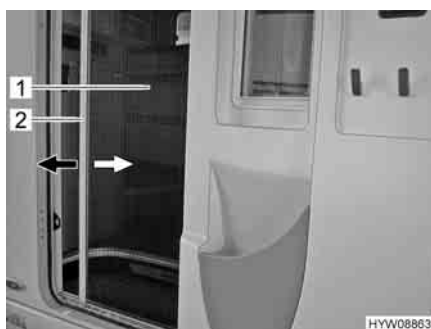

Fig. 32 Protezione contro gli insetti
- Afferrare la barra di presa (Fig. 32,2) con entrambe le mani ed estrarre con movimento uniforme la protezione contro gli insetti (Fig. 32,1) dall'alloggiamento della porta.
- Afferrare la barra di presa (Fig. 32,2) con entrambe le mani e spingere la protezione contro gli insetti (Fig. 32,1) nell'alloggiamento della porta esercitando una leggera pressione.